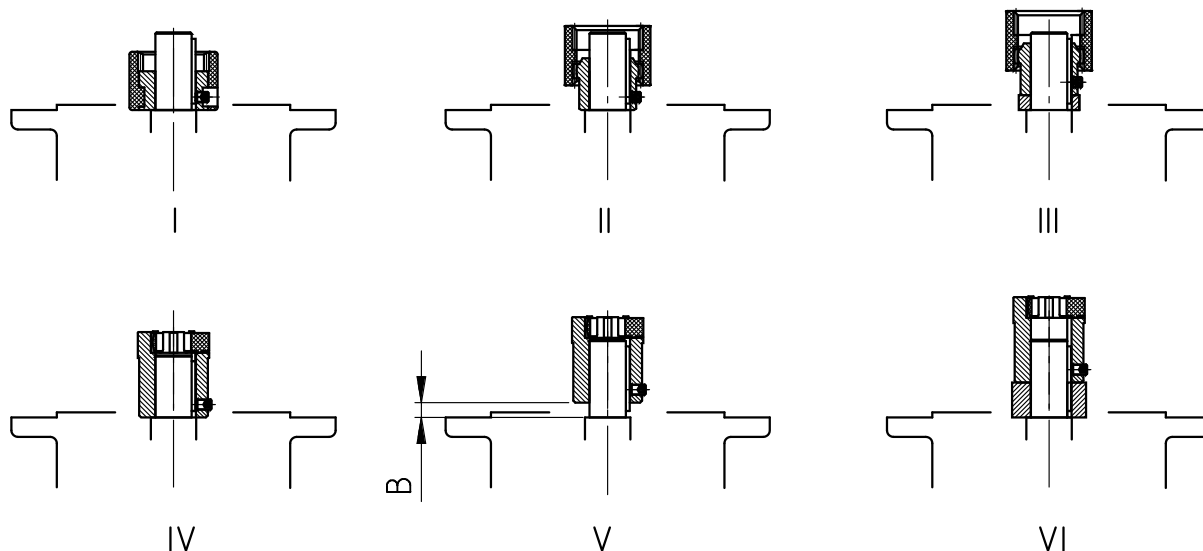

Figura 14: montaggio di diverse tipologie di giunto sull'albero motore
3. Calettare il giunto sull'albero del motore fino a battuta contro lo spallamento, come da indicazioni del costruttore del motore. Eventualmente interporre tra il giunto e lo spallamento i distanziali in dotazione per i motori di grandezza 90, 160, 180 e 225. Nel caso dei riduttori coassiali standard, rispettare la misura B tra il giunto e lo spallamento (vedere Figura 14). Per alcuni **adattatori NEMA** la posizione del giunto deve essere regolata come specificato sulla targhetta adesiva.
6. Montare il motore sull'adattatore, senza dimenticare la stella e/o la bussola dentata in dotazione (vedere Figura 14).